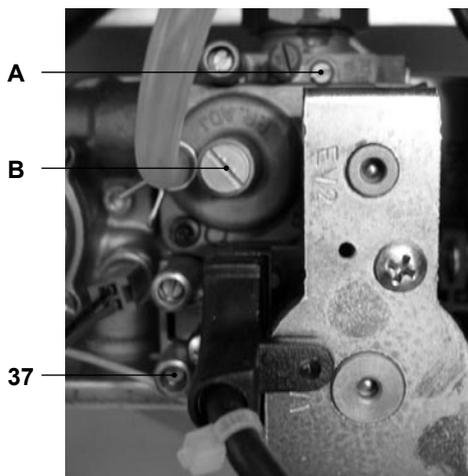

Figura 7.9
- A caldaia spenta (fuori servizio), controllare la pressione di alimentazione utilizzando la presa 37 in Figura 7.9 e confrontare il valore letto con quelli riportati nella tabella Pressioni di alimentazione gas nella sezione "Dati tecnici T110.32CB/.." a pag. 26.
- Richiudere bene la presa di pressione 37 in Figura 7.9.
Per tarare il CO_2 della caldaia (pressione del gas al bruciatore) svitare completamente il tappo in ottone di protezione B e agire sulla vite a brugola $\varnothing 4$ mm sottostante Figura 7.9, girando in senso orario il CO_2 aumenta.
- Se i due dati non coincidono agire sulla vite regolazione massimo RQ (A in Figura 7.9) della valvola gas e tarare il CO_2 allo stesso valore riportato nella tabella nella sezione "Dati tecnici T110.32CB/.." a pag. 26. Girando in senso orario il CO_2 diminuisce.